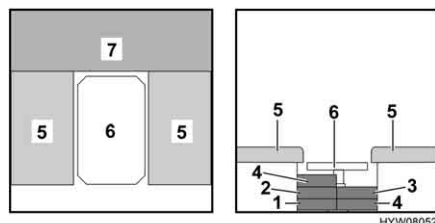

Fig. 64 Durante la trasformazione
- Trasformare il tavolo (Fig. 64,6) in struttura di supporto letto (vedi paragrafo 6.9).